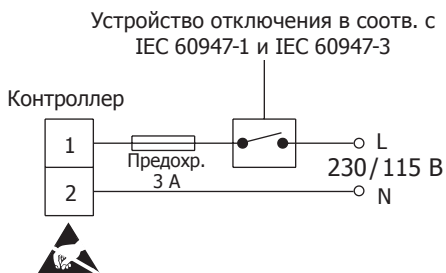

Рис. 13 Устройство отключения в соотв. с IEC 60947-1 и IEC 60947-3
3. Предохранители должны стоять на всех фазовых проводах (см рис. 13 и 14).